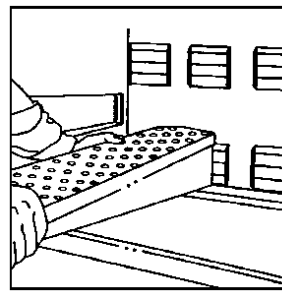

Figure 6
13. Installer le doigt dans le four en le glissant sur la bride du caisson et en posant la ferrure avant. (Voir **Figures 6 et 7**.) S'ASSURER QUE LE DOIGT REPOSE BIEN SUR LES BRIDES DU CAISSON ET QUE LES TROUS POINTENT DANS LE BON SENS. Les doigts supérieurs pointent vers le bas, les doigts du bas pointent vers le haut. (Voir **Figure 8**.)